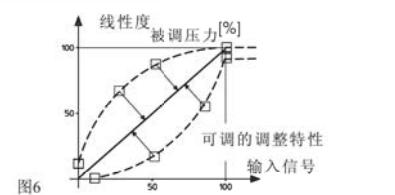

图6
- * 曲线的线性度，允许修正任何阀的液压调整特性，如使压力控制阀的调整曲线线性化或使换向阀的特性从线性变为非线性（图6）。